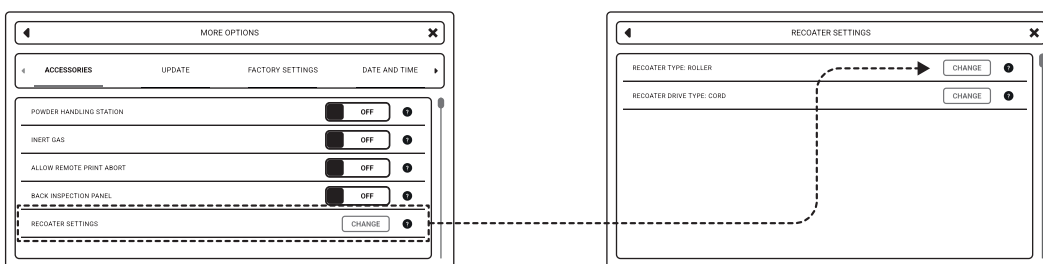

Abb. 10 Aktivieren des Recoater Blades, Teil I.
1. An den Bildschirm, drücke **SETTINGS**, dann **MORE OPTIONS** und endlich **RECOATER SETTINGS** (Abb. 10).
3. Wähle **RECOATER TYPE**, dann drücke **CHANGE** (Abb. 10).